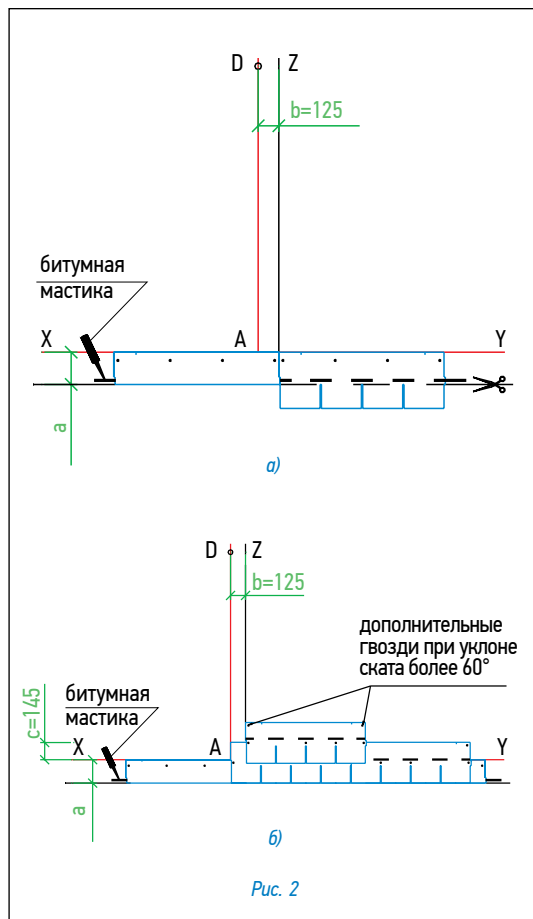

Рис. 2
### Укладка материала (рис. 2)
• Начальный ряд формируется из специальной коньково-карнизной черепицы, либо из листов черепицы обрезанных по линии образованной конечными точками вырезов. Элементы начального ряда укладываются по линии карниза в обе стороны от линии Z (рис. 2а) и фиксируются по нижнему краю битумной мастикой, а по верхней кромке 4 гвоздями (ось гвоздей на 5 см ниже верхнего края полосы).
- далее первый ряд черепицы укладывается от линии AD (рис. 2б);
- второй ряд укладывается от линии Z (со смещением 12,5 см от AD) (рис. 2б);
Каждый лист черепицы крепится 5 гвоздями в штатных местах (ось гвоздей на линии битумных клеевых полос) таким образом, чтобы гвоздь прошивал и верхний край нижележащего листа черепицы (рис. 2б).